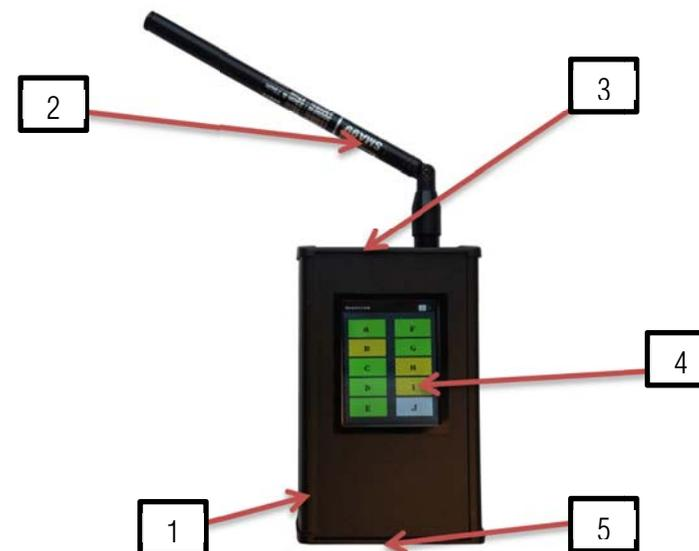

Рис.1
5.1. На Рис.1 приведён внешний вид Прибора.